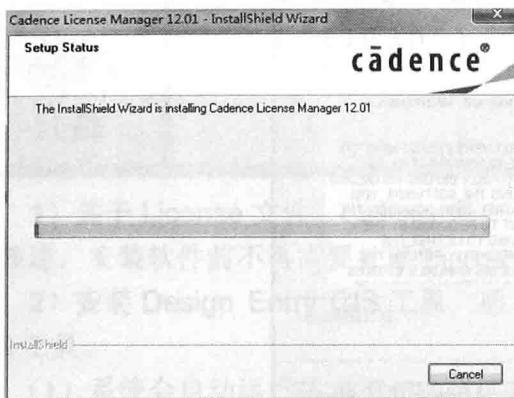
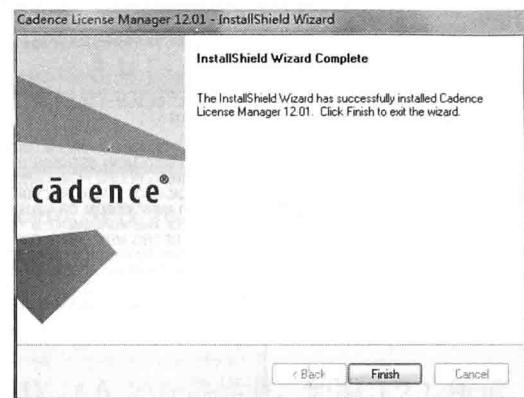

图 1.2.8 “Setup Status” 对话框
图 1.2.9 “InstallShield Wizard Complete” 对话框
(5) 单击“Install”按钮，出现“Setup Status”对话框，如图1.2.8所示。安装完成后，出现“InstallShield Wizard Complete”对话框，如图1.2.9所示。单击“Finish”按钮即可。